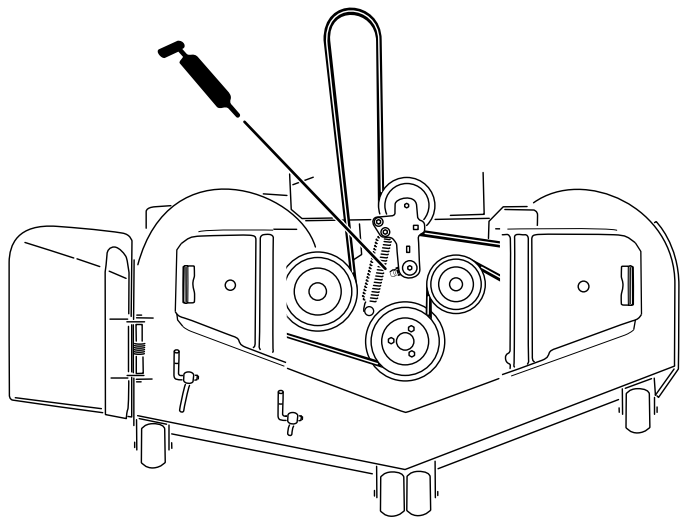

Bild 48
5. Fetten Sie den Drehzapfen der Mähwerkspannscheibe ein, bis Fett unten austritt (**Bild 48**).